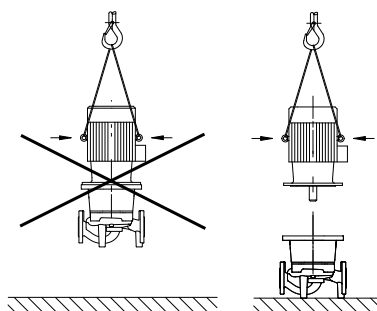

Fig. 20: Motora transportēšana
- Pie motora izvietotās pacelšanas skrūves ar cilpu izmantot tikai motora nešanai, bet ne visa sūkņa nešanai (Fig. 20).